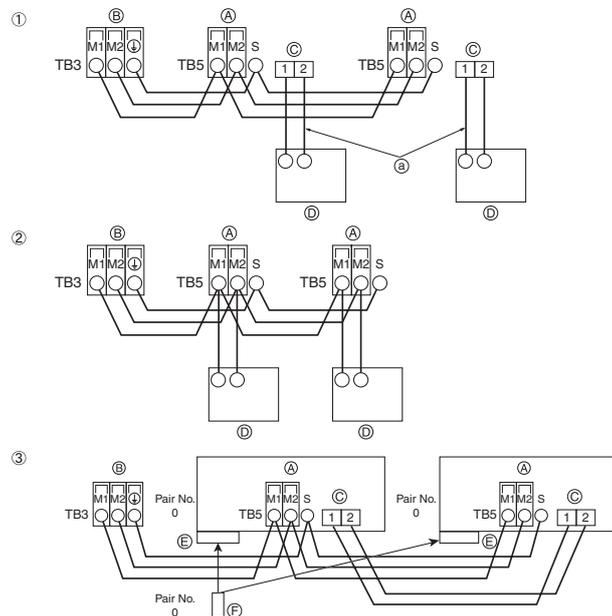

Fig. 5-4
5.4. Ligação dos cabos de transmissão do controle remoto e das unidades interior e exterior (Fig. 5-4)